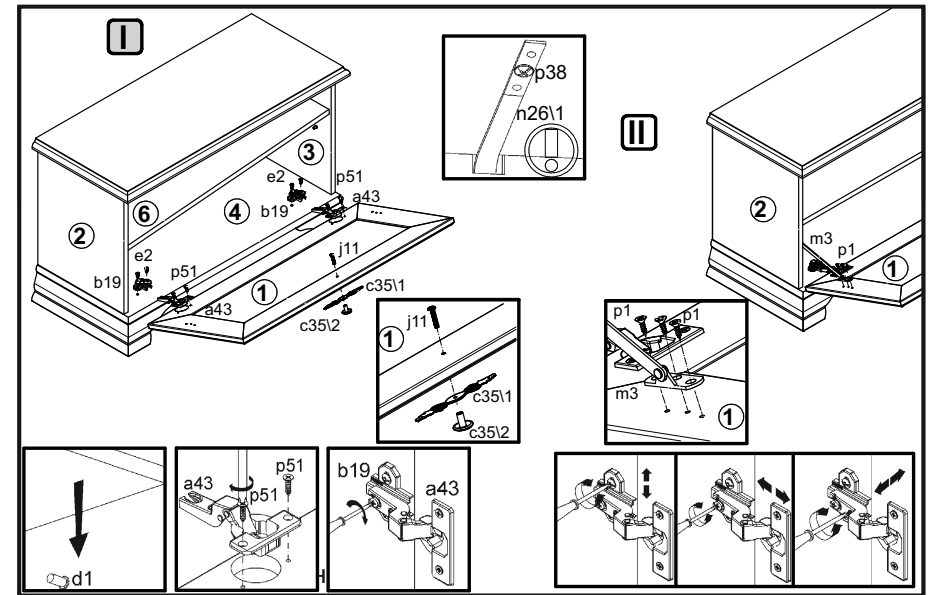

Рисунок 5
3. В отверстия $\varnothing 5$ мм на верхней поверхности щита нижнего **4** прикрутить еврошурупами **e2** ответные планки петель **b19** (см. рис. 5).
14. Положить дверь **1** фасадной поверхностью вниз на ровную поверхность и закрепить на ней петли шарнирные **a43** шурупами **p51** (см. рис.5).
15. Навесить дверь **1** на корпус тумбы, совместив петли шарнирные **a43** с ответными планками петель **b19**. При необходимости отрегулировать положение дверей, вращая регулировочные винты (см. рис.5).
16. В отверстия $\varnothing 3$ мм (кернения) на внутренней поверхности двери **1** закрепить кронштейны бара **m3** шурупами **p1** (см. рис.5).
17. В отверстие $\varnothing 5$ мм на внутренней поверхности двери **1** вставить винт **j29**, снаружи совместить отверстия элементов ручки **c35\1, c35\2** с резьбой винта и завернуть винт, удерживая ручку (см. рис. 5).
18. Установить полку переставную **6** на полкодержатели **d1** (рис. 5).